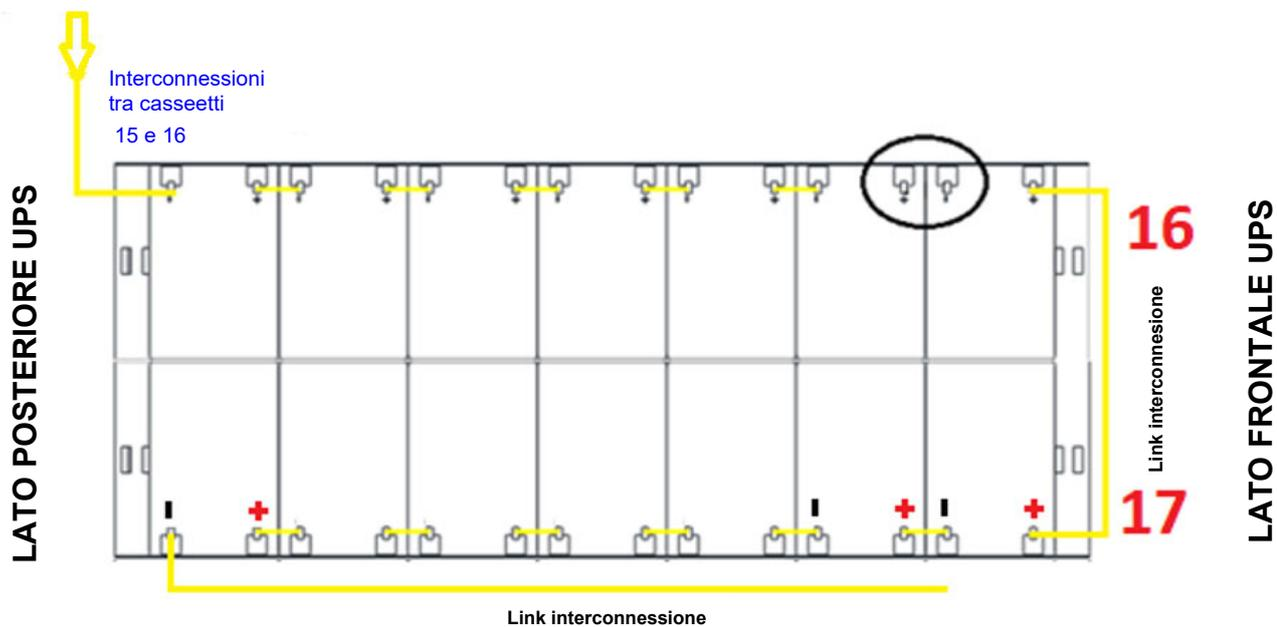

Figura 44 - Vista dall'alto piano N°6 cassette 16-17
16) Inserire il cassetto n°16 rimuovendo il ponticello cerchiato e inserendo i ponticelli come mostrato nella figura 44.